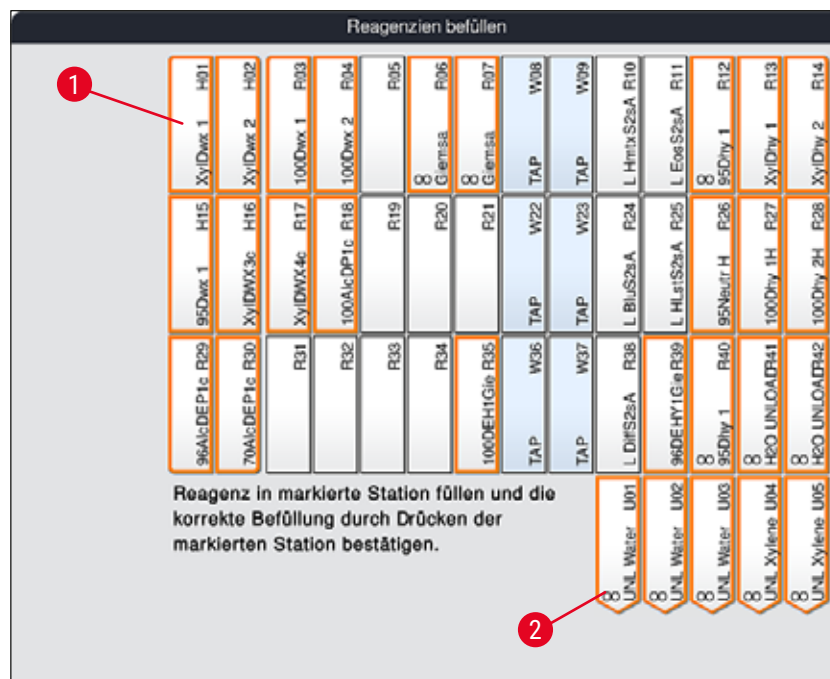

Abb. 56
- Im neuen Fenster **Reagenzien befüllen** (→ "Abb. 56") sind die zu befüllenden Stationen orange markiert (→ "Abb. 56-1").
Nur benutzerdefinierte und ergänzende Reagenzien der Leica Färbeprogramme werden orange markiert angezeigt (→ "Abb. 56"). Die Reagenzien der Leica Reagenzien Kits werden anschließend eingelesen (→ S. 84 – Einfüllen der Leica Reagenzien Kit Reagenzien).